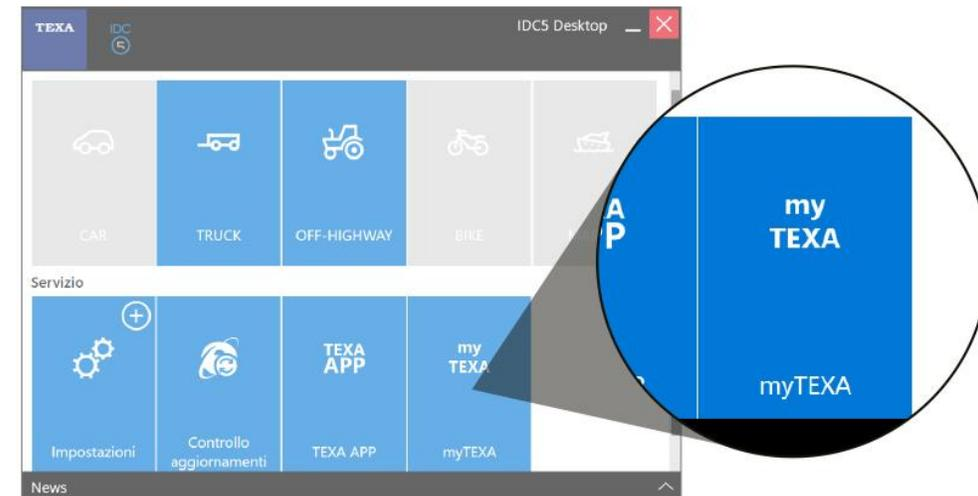

Figura 2 - Collegamento al portale myTEXA dalla home di IDC5
- direttamente dallo strumento di diagnosi, attraverso il software IDC5. È sufficiente cliccare sull'apposita icona presente nella homepage (Figura 2), nel menù all'interno dell'ambiente di diagnosi prescelto o nella barra in alto visibile dalla sessione di diagnosi. Anche in questo caso l'accesso avviene tramite LOGIN.